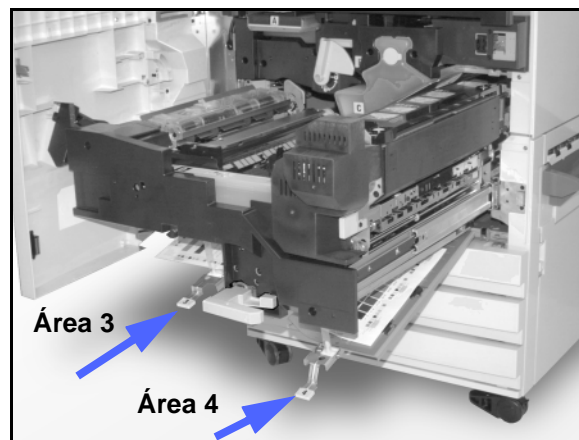

Figura 13: Duplex Path Areas
- 6** Nas Áreas 3 e 4 do caminho de duplex, pressione delicadamente as alavancas para baixo para liberar o defletor do Alinhador (alavanca esquerda) e o defletor de Duplex (alavanca direita), conforme ilustrado na Figura 13.